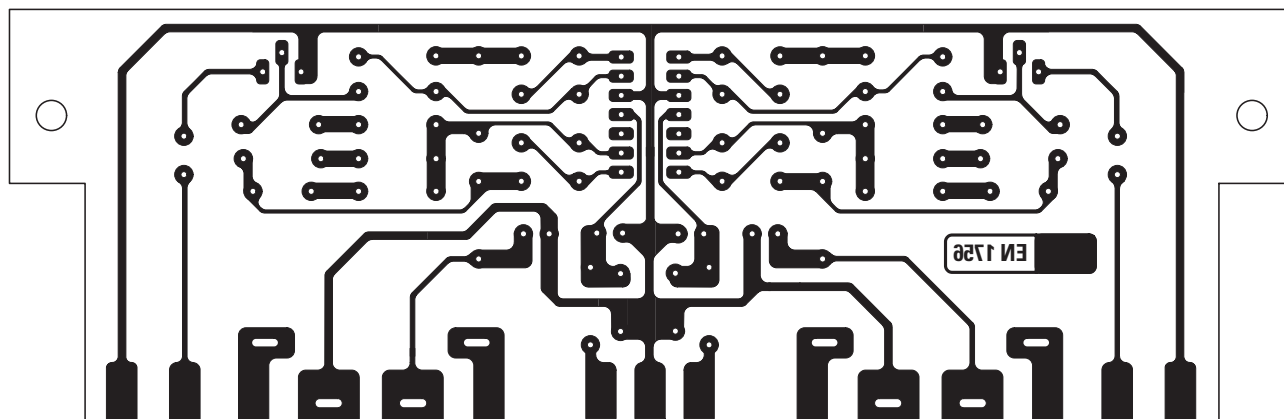

Figure 14b : Dessin, à l'échelle 1, du circuit imprimé de l'étage VU-mètre EN1756.
- **EN1756 étage VU-mètre** : circuit imprimé simple face **figure 14b**